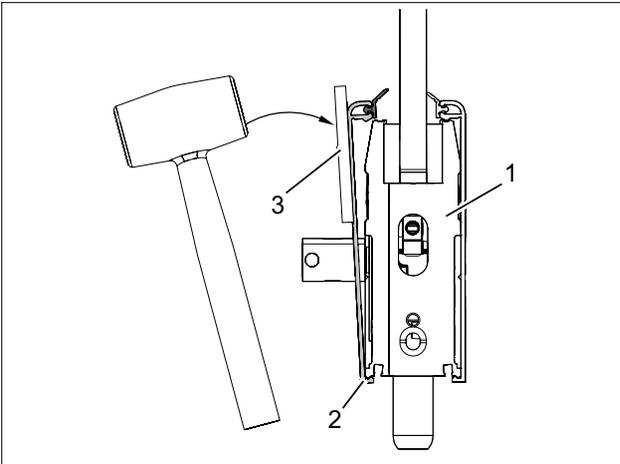

Abb. 33 Abdeckprofil aufclipsen
4. Abdeckprofil (Abb. 33/2) von unten an die Türschiene (Abb. 33/1) ansetzen und mit einem Hammer aufclipsen. Mit dem Hammer nicht direkt auf das Abdeckprofil (Abb. 33/2) schlagen, sondern eine Zwischenlage (Abb. 33/3) benutzen.